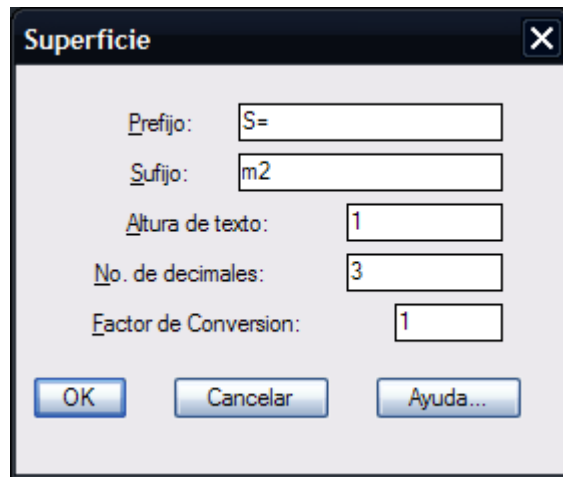
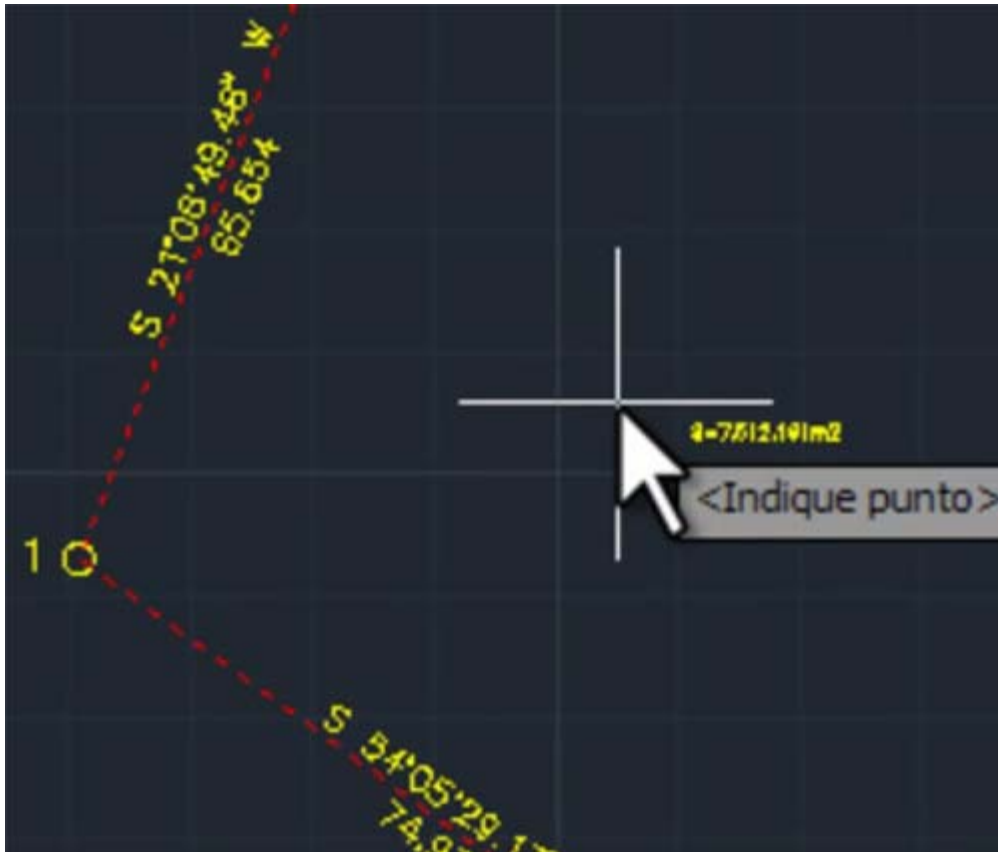

Fig. 12: Caja de diálogo para anotar superficies.
Fig. 13: Superficie del polígono es anotada al indicar punto.
11. Vuelva a iniciar la rutina para anotar y seleccione ahora **CivilCAD > Anotar > Area**. Acepte los valores por defecto de la caja de diálogo (Fig. 12). Presione **OK** y toque cualquier punto dentro del polígono dibujado (Fig. 13).